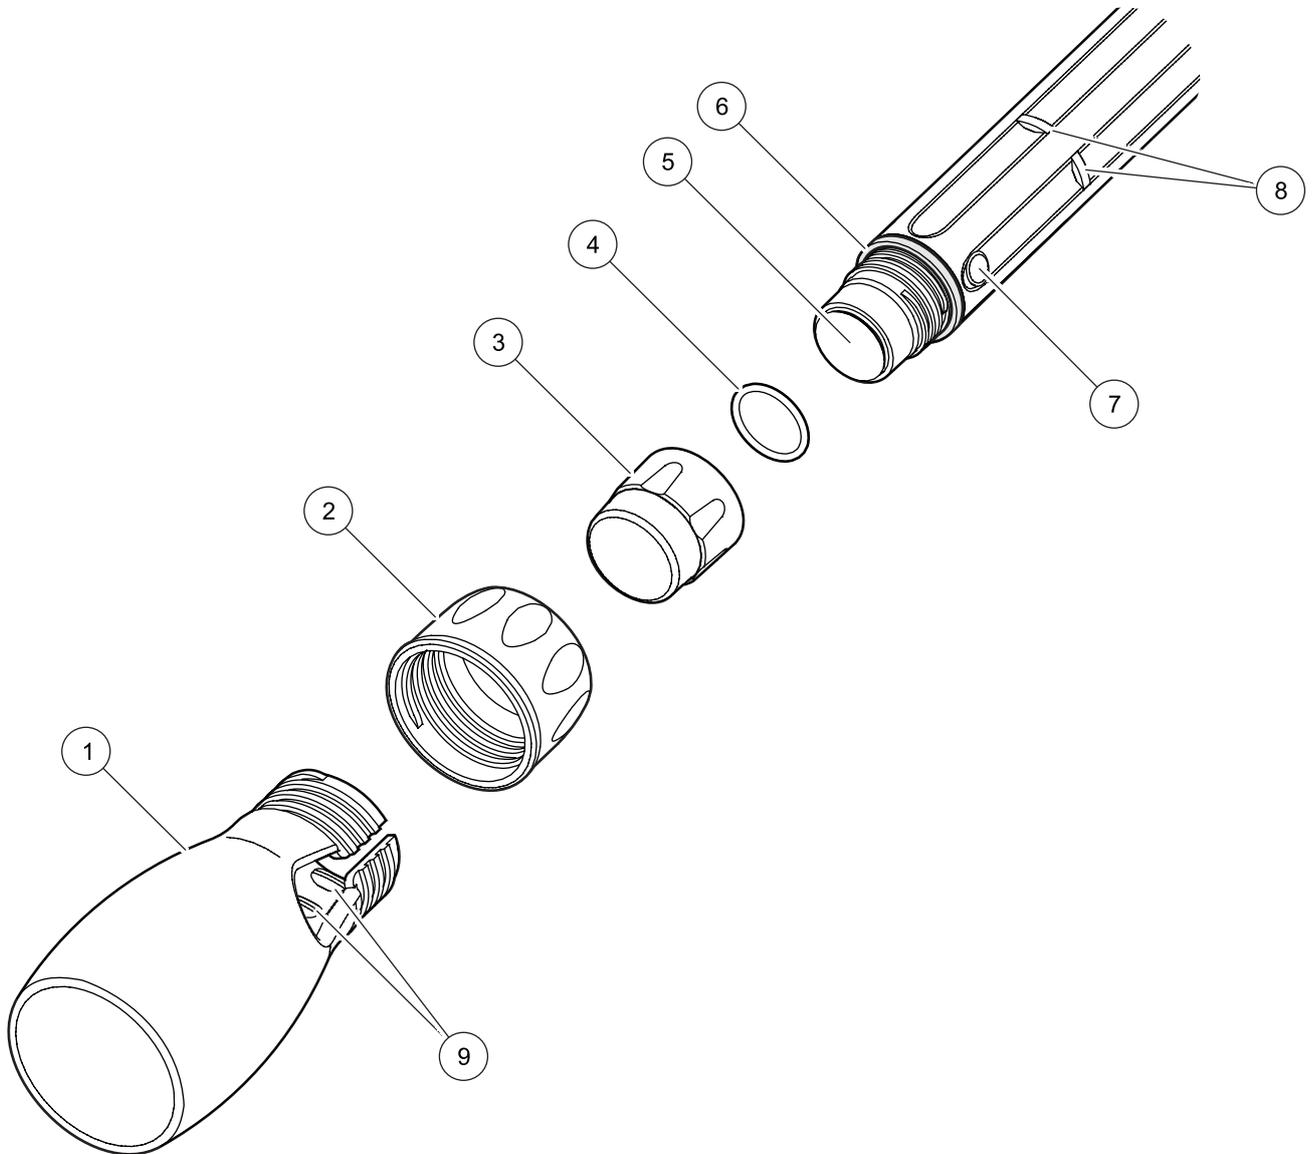

Figura 2 Despiece del extremo del sensor
1. Agarre el protector (Figura 2, Pos. 1) y desenrosque el anillo de fijación.
2. Deslice y retire el protector y el anillo de fijación (Figura 2, Pos. 2) de la sonda.
1. Coloque el anillo de fijación (Figura 2, Pos. 2) sobre la sonda, con las roscas hacia el protector.
2. Coloque el protector (Figura 2, Pos. 1) sobre el cuerpo de la sonda. Gire el protector y muévelo hacia arriba o hacia abajo por el cuerpo de la sonda para que los salientes de cierre (Figura 2, Pos. 8) del cuerpo de la sonda queden entre los resaltes de cierre del protector (Figura 2, Pos. 9).
- Después del uso, realizar una inspección visual de la cápsula del sensor (Figura 2, Pos. 3). Para limpiar la cápsula utilizar papel de seda para uso óptico o una torunda de algodón con agua jabonosa. Enjuagar con agua dulce.
- Si la cápsula está sellada herméticamente con la junta tórica superior (Figura 2, Pos. 4), no debe haber agua entre la cápsula y la lente de plástico transparente del sensor (Figura 2, Pos. 5) en la parte superior de la sonda. Si existe agua, retírese la cápsula y séquese concienzudamente el interior de la misma y la lente de plástico transparente. Puede ser necesario cambiar la cápsula (Ref. de pedido 58112-00).